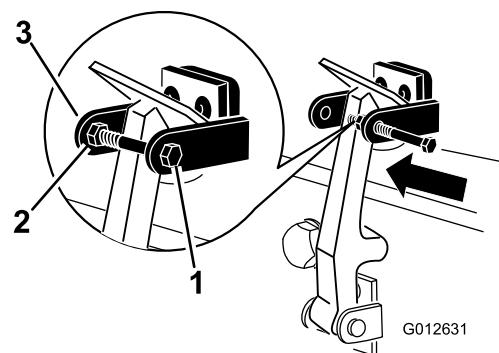

**Figura 5**
8. Agganciate il fermo sulla relativa staffa (Figura 5).